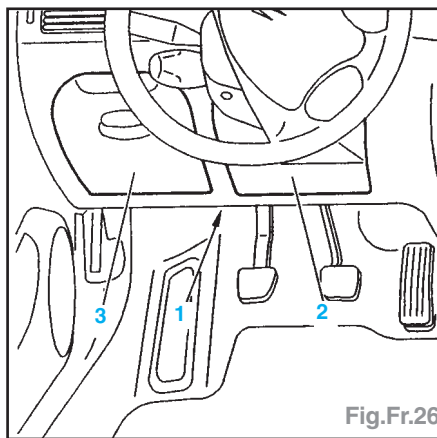

Fig.Fr.26
- Déposer (Fig.Fr.26) :
- la garniture (1) sous planche de bord (côté conducteur),
- le cache (2),